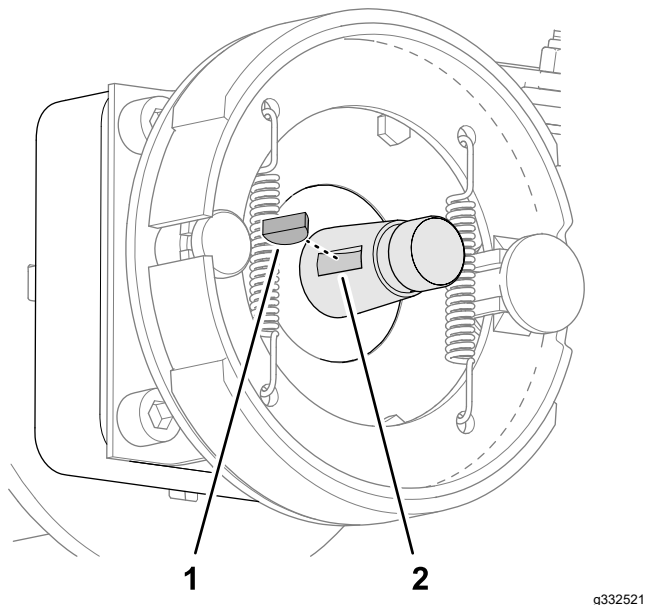

Figura 63
5. Retire a chave semirredonda do veio do motor das rodas (Figura 63).